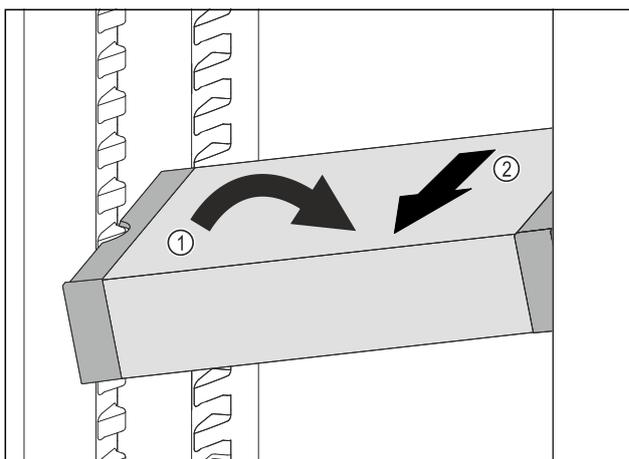

Fig. 62
- Impostare il vano frigorifero di VarioSafe ad angolo. Fig. 62 (1)
- Rimuovere VarioSafe tirando in avanti. Fig. 62 (2)